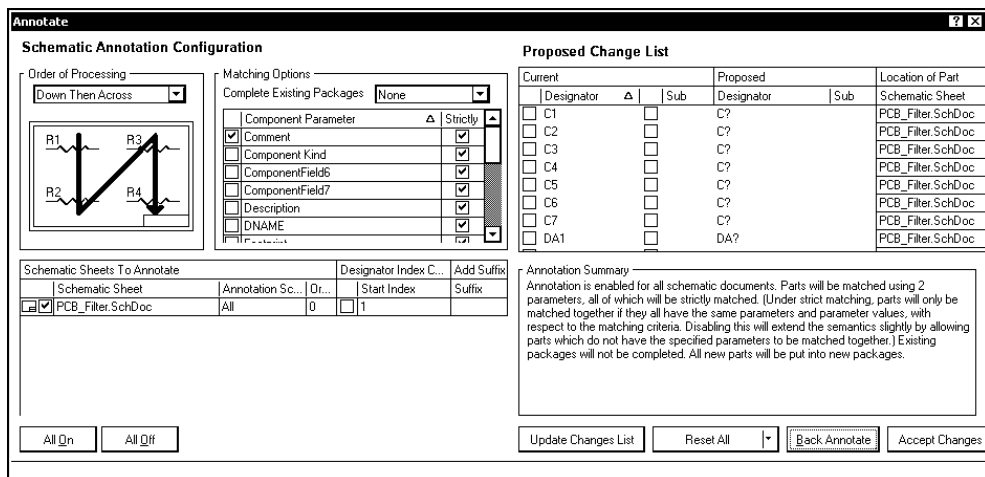

Рис. 4.11. Диалог перенумерации элементов схемы
1. Командой главного меню **Tools | Annotate** открыть диалоговое окно **Annotation** (рис. 4.11).
- При щелчке мышью на кнопке **Update Changes List** (Обновить список изменений) программа выдаст окно с сообщением о числе вносимых изменений. По щелчку на кнопке **OK** окно закроется, а в колонке **Proposed** окна на рис. 4.11 появятся новые позиционные обозначения компонентов.
10. Щелчком на кнопке **OK** диалог закрывается, и внесенные изменения отображаются в окне (рис. 4.11).